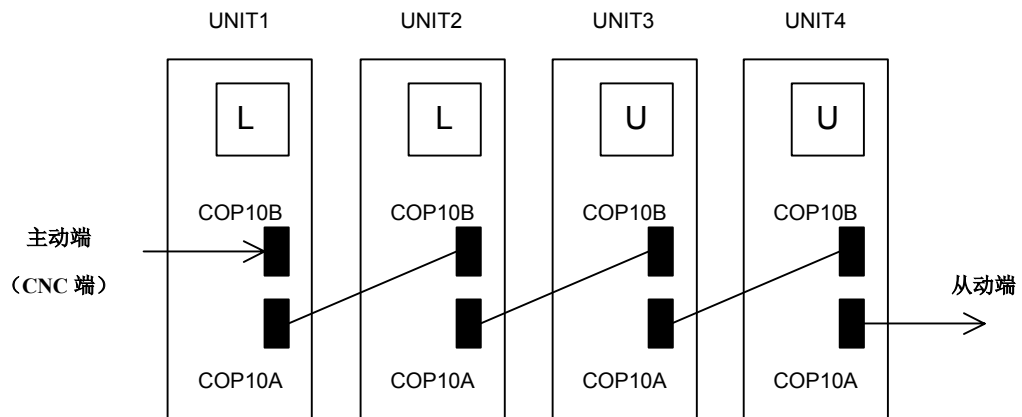

图 3.2.12
(2) 主要原因和排除方法
- (a) 更换显示有 U 的离 CNC 最近的 SVM 光电电缆 (COP10B)。(若是图 3.2.12 的情形, 则为 UNIT2 和 UNIT3 之间的电缆)
- (b) 更换显示有 U 的离 CNC 最近的 SVM。(若是图 3.2.12 的情形, 则为 UNIT3)
- (c) 更换显示有 U 的离 CNC 最近的 SVM 的 COP10B 端的 SVM。(若是图 3.2.12 的情形, 则为 UNIT2)